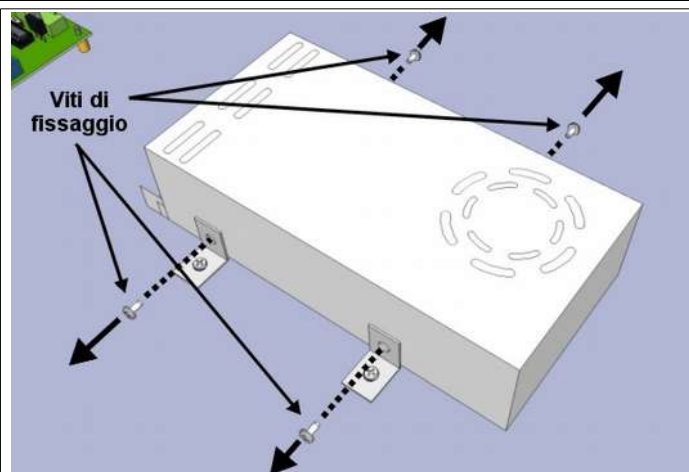

Fig. 22: Sostituzione alimentatore
2. Individuare l'alimentatore (Fig. 18, Fig. 22) da sostituire e, con un cacciavite a croce, scollegarne i cavi dalla morsettiera prendendo nota della loro posizione.
3. Usando lo stesso cacciavite, togliere le quattro viti di fissaggio (Fig. 22) poste ai lati dell'alimentatore e quindi estrarlo dalla propria sede.